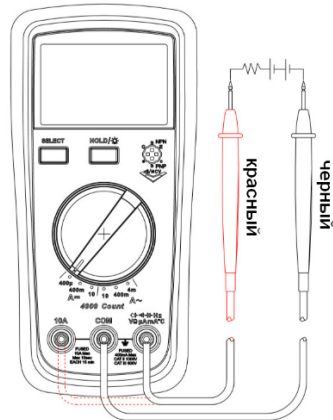

Рисунок 6
9.19. Измерение постоянного тока (см. рисунок 6)
9.20. Измерение переменного тока (см. рисунок 6)